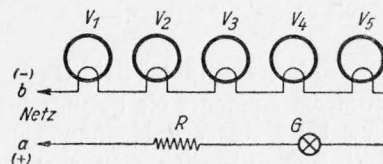

Abb. 20
Sofern im Allstromempfänger die Heizung für die Gleichrichterröhre auch bei geringer Netzspannung keine Schwierigkeit macht (s. Abb. 20), wird man eine sehr einfache
Schaltung verwenden können. Die Drosseln HDr dienen zusammen mit C_1 als Hochfrequenz-Störschutz, an den Punkten a und b wird der Heizkreis nach Abb. 20 angeschaltet, R verhindert bei sehr großen Kapazitätswerten des Ladekondensators C_2 eine Beschädigung der Gleichrichterröhre und kann aus Röhrentabellen ermittelt werden. Die Einweg-Gleichrichterröhre ist indirekt geheizt (H), zur Siebung dienen Dr und C_3 . Bei Gleichstrom-Netzanschluß kann man V und R